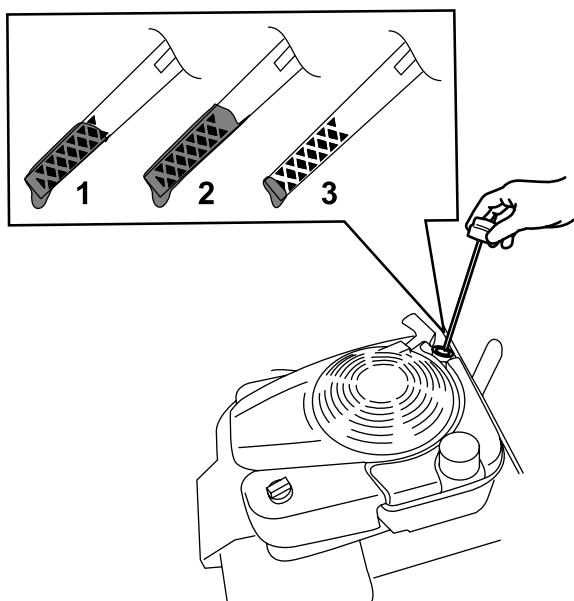

Figura 33
3. Retire la varilla girando el tapón en el sentido contrario a las agujas del reloj y tirando del mismo (Figura 33).
10. Observe en la varilla el nivel de aceite (Figura 33).